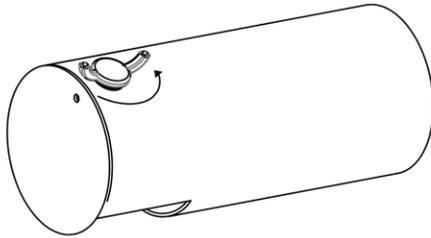

FIG. 1.2
2. DEENROSCAR EL TAPÓN DE LA CUBIERTA SUPERIOR EN LA DIRECCIÓN QUE MUESTRA LA FIG.1.2